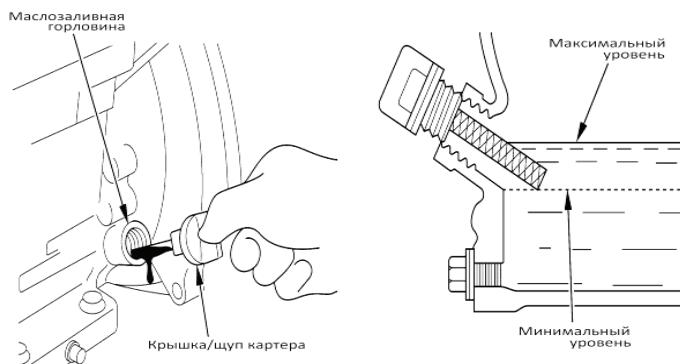

Рис.11
1. Извлеките крышку/щуп и начисто протрите его (Рис.11)